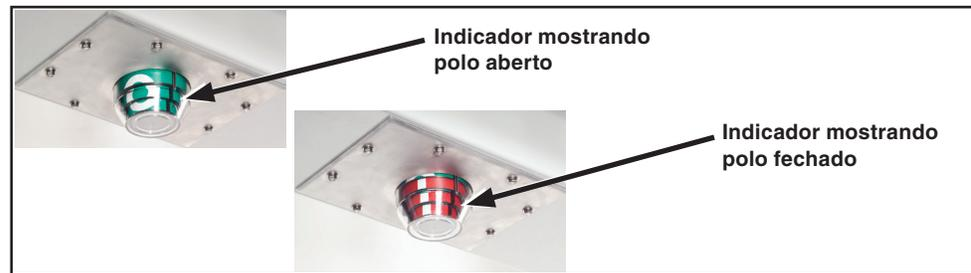
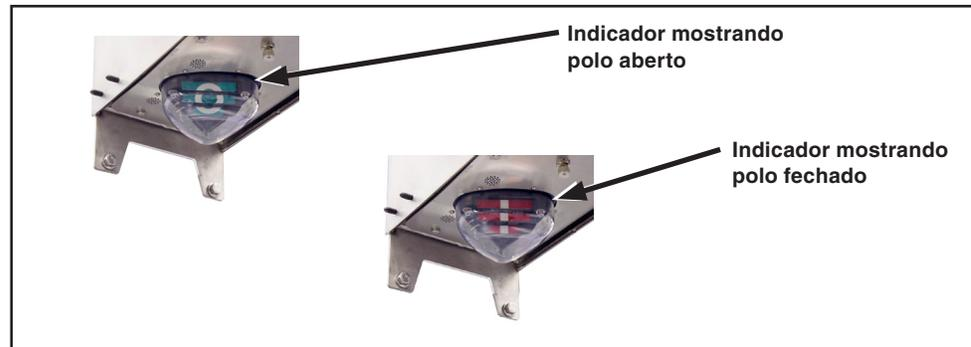

Figura 5. Indicador ABERTO/FECHADO em interruptores de 15,5 kV e 27 kV, um para cada polo.
Figura 6. Indicador ABERTO/FECHADO em interruptores de 38 kV, um para cada polo.
- PASSO 4.** Verifique os indicadores OPEN/CLOSE do interruptor. Ver Figura 5 na página 10. Eles devem mostrar uma indicação “O”.
- PASSO 5.** Verifique os indicadores OPEN/CLOSE do interruptor. Ver Figura 5 na página 10 e Figura 6 na página 10. Eles devem mostrar a indicação “I”.
- PASSO 4.** Verifique os indicadores ABERTO/FECHADO. Ver Figura 5 na página 10 e Figura 6 na página 10. Eles devem mostrar a indicação “O”.
- PASSO 9.** Verifique os indicadores OPEN/CLOSE do interruptor. Ver Figura 5 na página 10 e Figura 6 na página 10. Eles devem mostrar a indicação “I”.